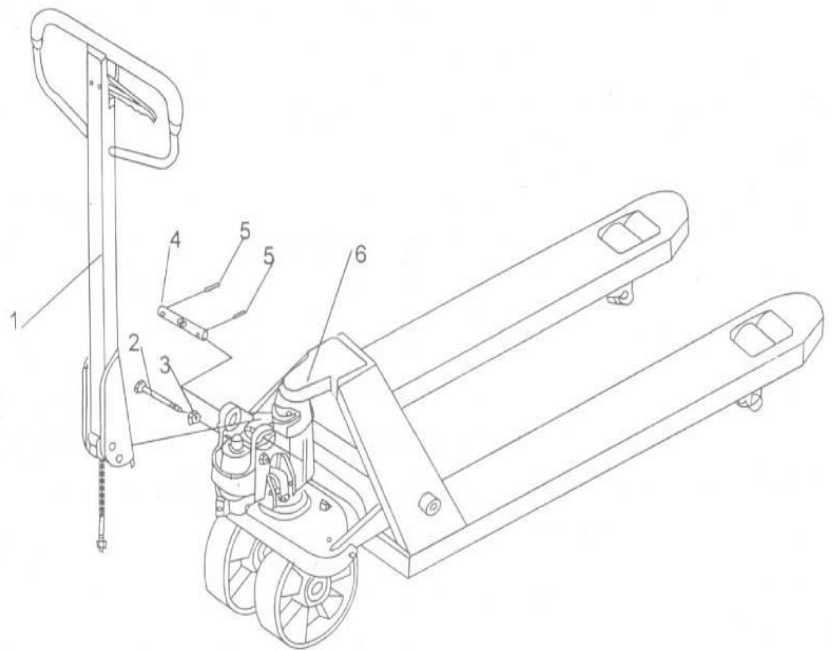

Abb. 5 Deichselmontage (symbolisch)
c) Drücken Sie den Deichselarm nach unten; entfernen Sie den Stift (2, Abb. 5).
d) Bringen Sie den Bedienhebel der Deichsel in die Position „SCHNELL HEBEN“ (HEBEN). Heben Sie dann die Hebelplatte mit dem Stift an (2, Abb. 5) und setzen Sie die Einstellschraube in den vorderen Schlitz der Hebelplatte ein. Hinweis: Lassen Sie die Einstellmutter unter der Hebelplatte
e) Verwenden Sie einen Hammer, um den zweiten Passstift (5, Abb. 5) in die zweite Bohrung der Achse einzusetzen.